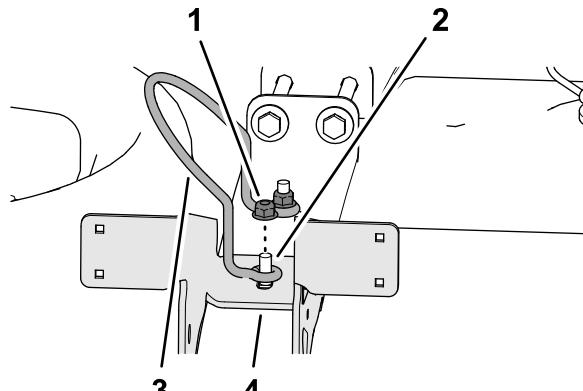

図 14
4. ステップ1で外したタンクのふたのストップとフランジロックナット2個を、上側キャリッジボルト2本に取り付ける図14。